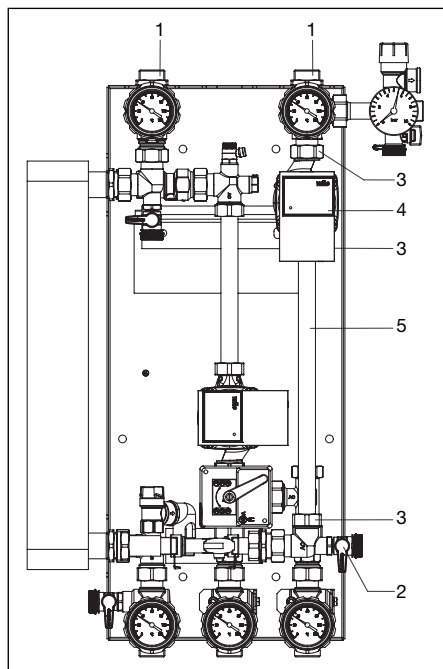

Fig. 5.1 Démontez les composants du circuit solaire
1. Démonter les composants existants du circuit solaire (fig. 5.1)